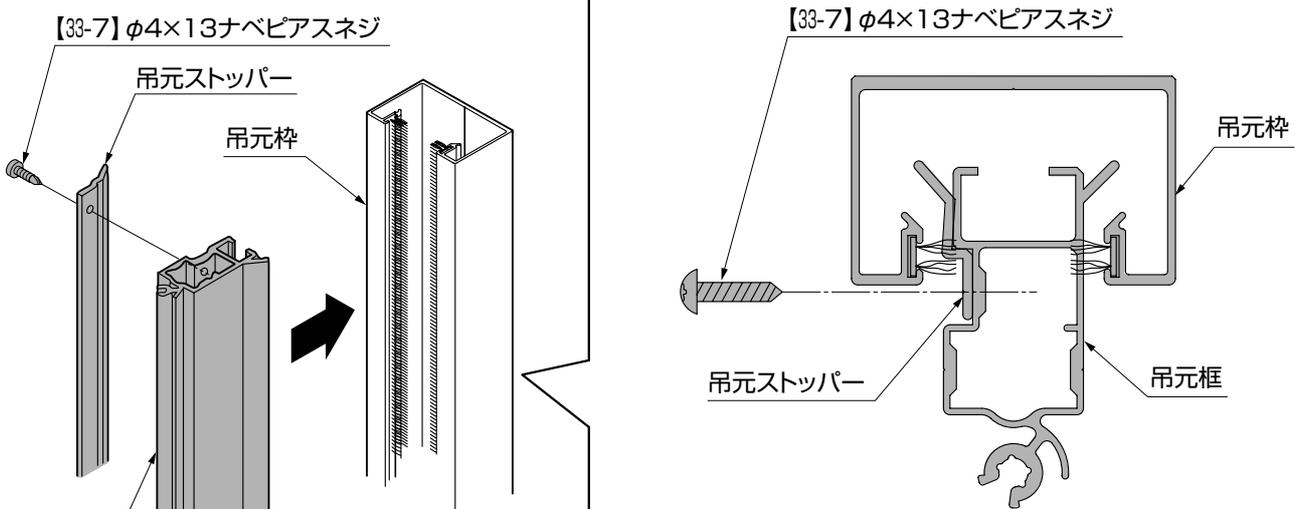

図5-1 断面図
① 吊元枠を吊元枠Aに差込んでから吊元ストッパーを【33-7】で吊元枠に取付けてください。(図5-1 参照)